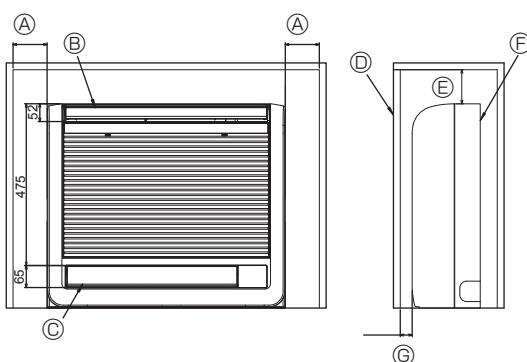

Fig. 6-1
6.1. Εντοιχισμός της εσωτερικής μονάδας (Fig. 6-1)